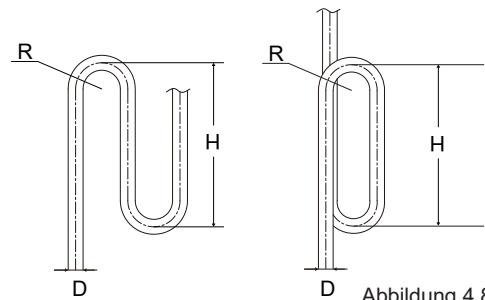

Abbildung 4.8
- Wenn sich das Außengerät oberhalb des Innengeräts befindet und der Höhenunterschied mehr als 20 m beträgt, wird empfohlen, alle 10 m einen Ölrücklaufbogen in der Gasleitung der Hauptröhrlleitung zu installieren. Die empfohlenen Spezifikationen des Ölrücklaufbogens sind in Abbildung 4.8 dargestellt.
- Anforderung 3:** Der größte Niveauunterschied zwischen Innengerät und Außengerät darf 110 m (wenn sich das Außengerät oberhalb befindet) bzw. 110 m (wenn sich das Außengerät unterhalb befindet) nicht überschreiten. Zusätzlich: (i) Wenn sich das Außengerät oberhalb befindet und der Höhenunterschied über 20 m liegt, wird empfohlen, alle 10 m einen Ölrücklaufbogen mit den in Abbildung 4.8 angegebenen Abmessungen in die Gasleitung der Hauptrohrleitung einzubauen; und (ii) wenn der Höhenunterschied mehr als 40 m beträgt (Außengerät unterhalb) oder mehr als 50 m beträgt (Außengerät oberhalb), muss die Größe der Flüssigkeitsleitung der Hauptrohrleitung (L1) gemäß Tabelle 4.7 erhöht werden.